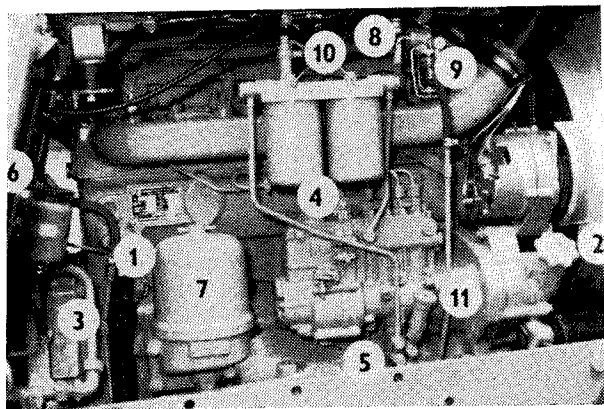

Fig. 7
4. Robinet de vidange du liquide de refroidissement hors du bloque moteur (fig. 7/1).
8. Trou de remplissage de l'huile dans le moteur (fig. 7/2).
9. Jauge de contrôle du niveau de l'huile dans le moteur (fig. 7/3).
11. Trou de remplissage de l'huile dans la boîte de la pompe d'injection ainsi que dans le régulateur de puissance (fig. 7/4).
12. Vis de vidange de l'huile hors de la boîte de la pompe d'injection et du régulateur de puissance (fig. 7/5).
13. Trou de remplissage du liquide de frein (fig. 7/6).